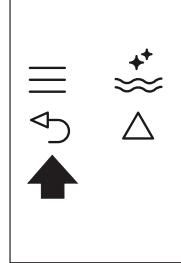

Fig. 25
- ▶ Apăsați de două ori pe pictograma (B6) (Fig. 25) pentru a ieși din meniu.